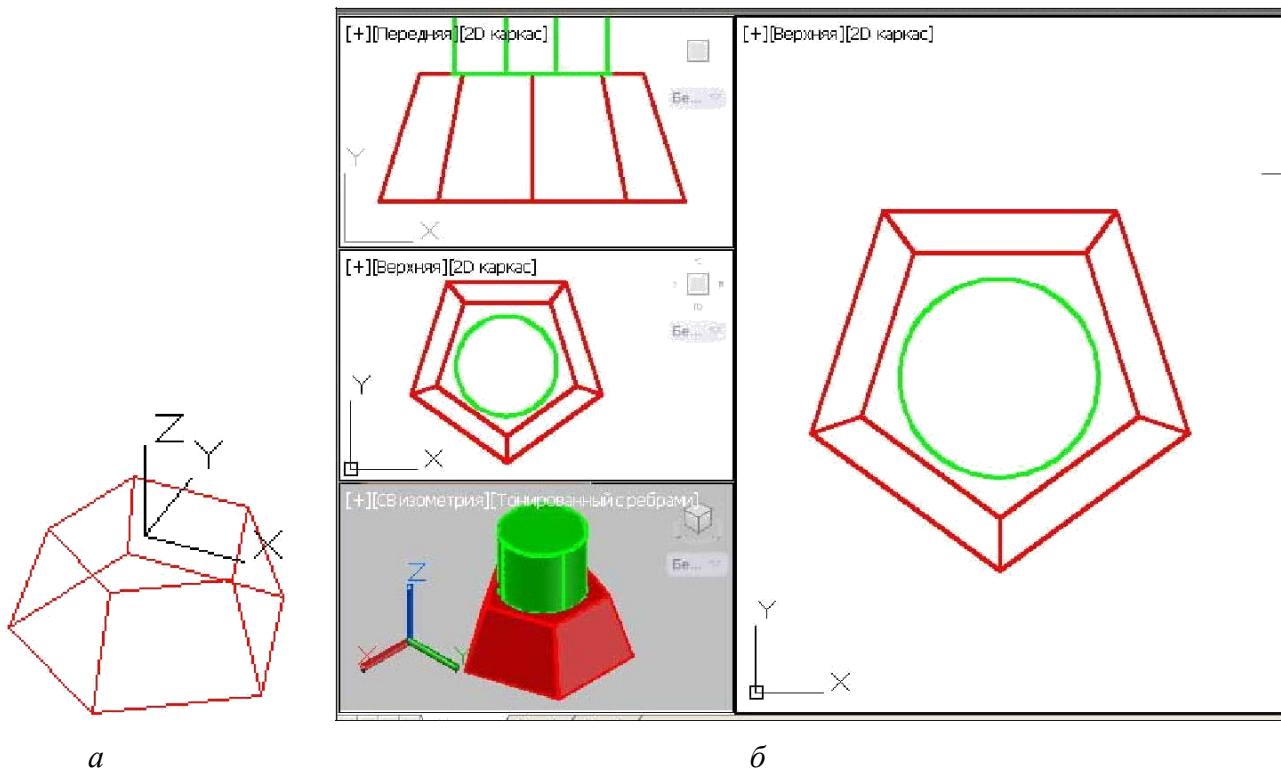

Рис.5.26. Последовательность создание 3D-модели:
– Сменить текущий слой на другой. Для обеспечения принадлежности основания цилиндра к верхней грани усеченной пирамиды необходимо задать пользовательскую систему координат в ней. Для этого в панели **Координаты** вкладки **Главная** вызвать команду **ПСК** с опцией **Грань**  (рис. 5.25, в). Данная команда устанавливает пользовательскую систему координат так, чтобы плоскость  $Oxy$  совпадала с гранью 3D-объекта. Необходимо указать нужную грань (в данном случае верхнее основание усеченной пирамиды). При этом на данной грани появляется изображение новой ПСК (рис. 5.26, а). Существует также возможность переноса **ПСК** на необходимую грань с использованием *ручек*.
На одном из видовых экранов (наиболее удобно на самом большом видовом экране) установить вид сверху и в центре полученной фигуры задать первую точку цилиндра, установив радиус основания 25 и высоту 40 (рис. 5.26, б).